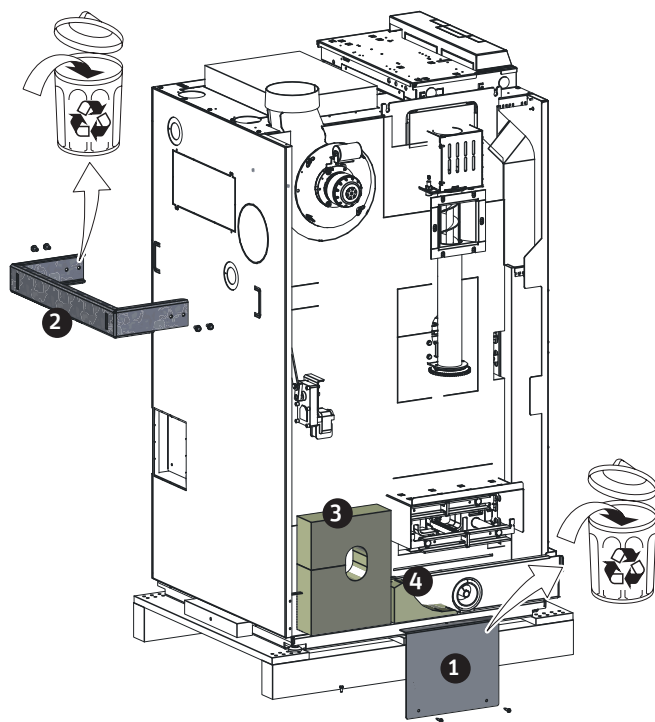

Fig. 7 Rimuovere la protezione per il trasporto e la staffa di trasporto
La staffa di trasporto posteriore [2] serve per l'attacco a una slitta – Fig. 7.
- Togliere la protezione per il trasporto [1] e la staffa di trasporto [2] e smaltirli in modo appropriato, in quanto non più necessari – Fig. 7.
- Rimuovere l'isolante [3] per l'apertura del tubo della coclea/valvola rotativa e tenerlo da parte – Fig. 7. Questo isolante sarà rimontato più avanti – vedi punto 12.22.
- Rimuovere l'isolante [4] per l'aspiratore fumi e tenerlo da parte – Fig. 7. Questo isolante serve quando si sposta l'aspiratore fumi nella parte posteriore – vedi punto 12.6.